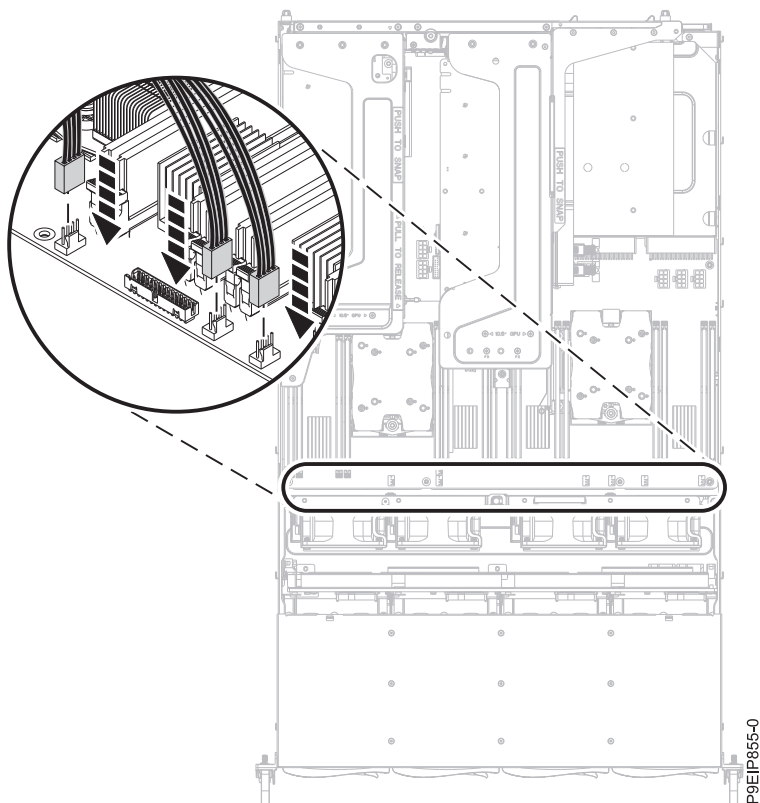

Figure 40. Connexion des câbles du ventilateur
5. Connectez les quatre câbles d'alimentation du ventilateur au fond de panier système, comme indiqué dans la figure 40, à la page 41.